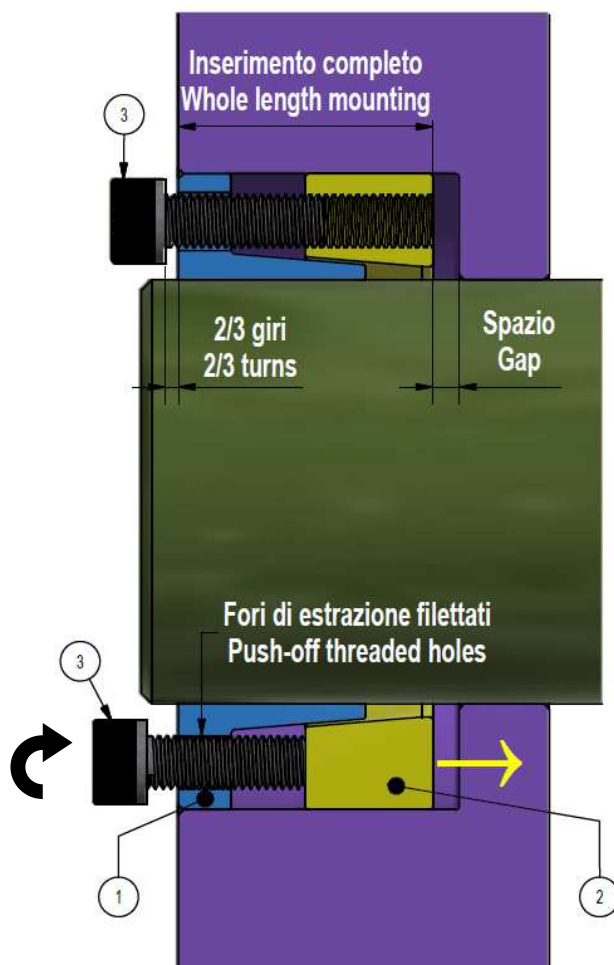

Fig. 2. Separazione degli anelli e posizionamento del calettatore.
2. Allentare tutte le viti di due/tre giri e spostarne almeno due nei fori filettati dell'anello interno. Serrare leggermente queste viti, in modo da **separare gli anelli per una più facile installazione del calettatore** (fig. 2).
3. Inserire il calettatore nel foro del mozzo ed installare l'assieme sull'albero, assicurandosi che gli elementi collegati si trovino nella posizione desiderata. **Gli anelli interno ed esterno devono essere completamente supportati rispettivamente da albero e mozzo** (fig. 2). **Il modello MAV 1062 va inserito COMPLETAMENTE (tutta la lunghezza) nel foro del mozzo** (fig. 2), per evitare la flessione della flangia dell'anello interno. A questo punto, riposizionare le viti usate per separare gli anelli.
Nel caso di mozzi con spallamento, lasciare qualche millimetro di spazio tra l'anello esterno e lo spallamento (fig. 2).